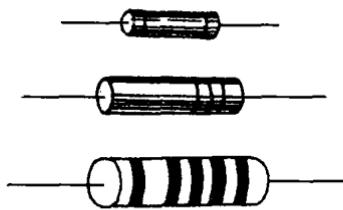

图 1-7 合成实心型
(5) 合成实心型电阻器。合成实心型电阻器分有机实心型和无机实心型两种。前者是由导电物质如碳黑、石墨等，填充物质如云母粉、石英粉、玻璃粉、二氧化碳粉等，与有机黏合剂如酚醛树脂等材料混合高温压制形成的。后者也是由导电物质、填充材料与无机黏合剂如玻璃粉等混合高温压制形成，其优点是电阻温度系数较大，过负载能力较强，缺点是噪声较高，稳定性较差，阻值范围小，分布电感、电容较大。合成实心型电阻器的外形如图 1-7 所示。